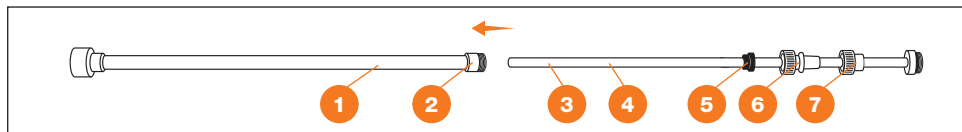

Рис. 7
1. Соберите телескопическую штангу (если она не собрана): во внешнюю трубку **1** вставьте внутреннюю трубку **4** стороной с технологическим прижимом **3**, прижмите резиновую прокладку **5** к соединителю **2** и накрутите цанговую гайку **6**, плотно зафиксируйте. Установите требуемую длину штанги и зафиксируйте гайкой **7** (Рис. 7).